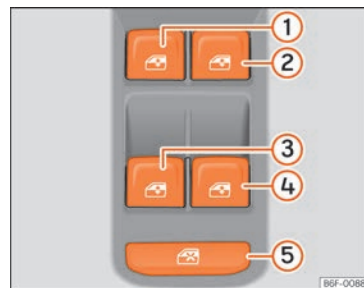

**Fig. 141** Dettaglio della porta del conducente: interruttori dei finestrini anteriori e posteriori.
» **fig. 141**  nella porta del conducente si possono disattivare gli alzacristalli delle porte posteriori.
I tasti  **fig. 141** ①, ②, ③ e ④ hanno due livelli per l'apertura e due per la chiusura dei finestrini. In questo modo è più facile eseguire le operazioni di apertura e chiusura.